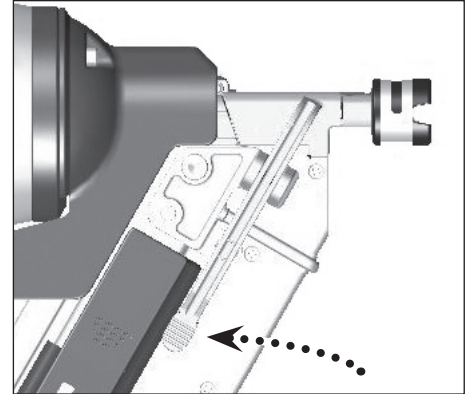

Figura 23 - Palanca de la boquilla de desobstrucción rápida
3. Presione hacia abajo la palanca de la boquilla de liberación rápida para destrabar la porción del tambor de la boquilla (Ver Figura 23).